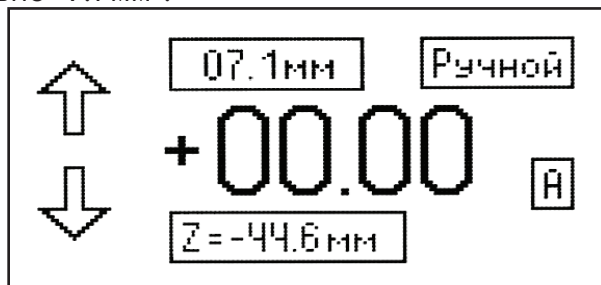

Рис. 3.2. Главный экран системы автофокусировки.
поверхности материала согласно информации на экране. Например, на рис. 3.2 значение равно “7.1 мм”.
7. Определите значение параметра “Zмин”, которое определяет величину минимального опускания сопла оси Z. Для этого прижмите обрабатываемый материал и опустите кончик сопла на расстояние 2 мм выше поверхности прижатого материала. Запомните текущее значение координаты по оси Z. Например, на рис. 3.2 значение снизу равно “-44.6 мм”. Запишите данное значение в параметр “Zмин” в меню “Рабочие параметры”. По параметрам меню подробнее описано в разделе “Меню